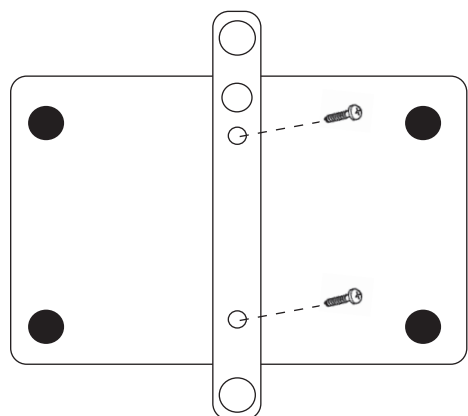

Figure 6.
**Étape 1.** Insérez les deux vis M3 x 4 à travers la fixation murale et à l'arrière du module de transmission, comme indiqué à la Figure 6.